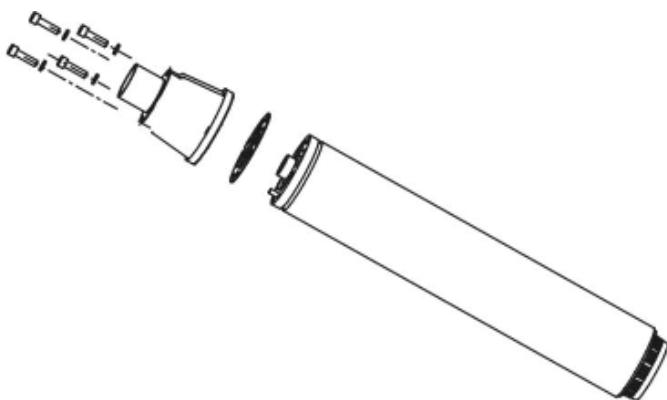

Рисунок 4: Выравнивание прокладки FSP
4. Установите стопорные болты и стопорные шайбы FSP (см. Рисунок 4). Затяните болты крест-накрест. Затяните с усилием 7 фут-фунтов (11 Н·м)